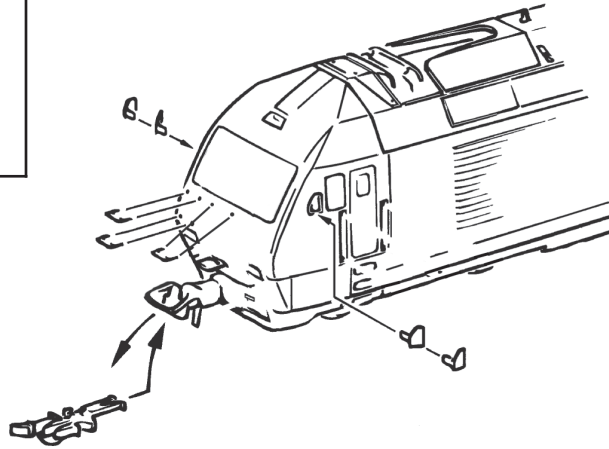

Fig. 4
Mehrzugbetrieb: Zuerst Lokgehäuse abnehmen (Fig. 4). Danach den Brückenstecker aus der Schnittstelle entfernen (diesen sorgsam aufbewahren). Danach den Stecker des Steuerbausteins lagerichtig einsetzen (siehe Fig. 7).
2. Schmierung: Versehen Sie die im Schmierplan in Fig. 5 gekennzeichneten Stellen mit nur **kleinen Öltropfen**. Dazu zuerst das Lokgehäuse abnehmen (Fig. 4). Für die regelmäßige Schmierung der Radachsen empfiehlt es sich, zuerst mit größter Sorgfalt den Getriebedeckel abzunehmen. Die dafür notwendige Vorgehensweise wird in Fig. 8 grafisch dargestellt. Wir empfehlen den ROCO **Öler Art.-Nr. 10906**. Fürs Schmieren der Getriebeteile (Zahnräder, Schnecke) empfehlen wir das **ROCO-Spezialfett Art.-Nr. 10905**. Im Falle der Schmierung diese Teile **nicht ölen**.
4. Kohlebürstenwechsel: Lokgehäuse abnehmen (Fig. 4). Danach wird der Motor ausgebaut und die Kohlebürsten ausgewechselt (Fig. 9).
2. Lubrication: Apply **tiny oil drops** to spots marked in fig. 5. Prior to lubrication dismantle locomotive (fig. 4). We recommend using item no. **10906, ROCO oiler**. For lubrication the gearparts (e.g. cogwheels, worm) we should recommend our ROCO **special grease** (item no. **10905**).
4. Carbon Brush Changing: First remove loco body (fig. 4), and then the motor (fig. 9).
2. Graissage: N'appliquez **qu'une toute petite goutte** aux endroits indiqués par le plan de graissage (fig. 5) après avoir démonté la caisse de la locomotive (fig. 4). Nous vous recommandons le **graisseur à huile ROCO réf. 10906**. Pour graisser les engrenages (roues dentées, vis sans fin) nous vous conseillons la **graisse spéciale ROCO réf. 10905** pour engrenages en matières synthétiques. Lorsque vous utilisez cette graisse il faut éviter d'huiler ces composants.
4. Remplacement des balais du moteur: Démontez la caisse (voir fig. 4). Démontez ensuite le moteur et échangez le balais (fig. 9).